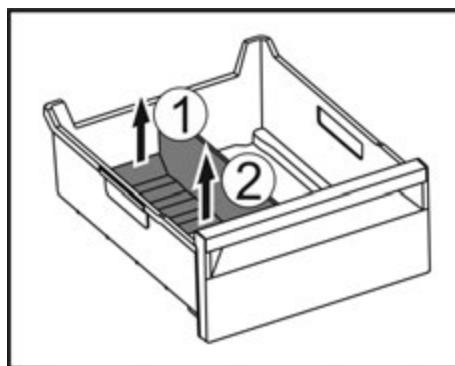

Fig. 120
- Підняти задню частину перегородки відділення для льоду. Fig. 120 (1)
- Вилучити перегородку рухом вгору. Fig. 120 (2)